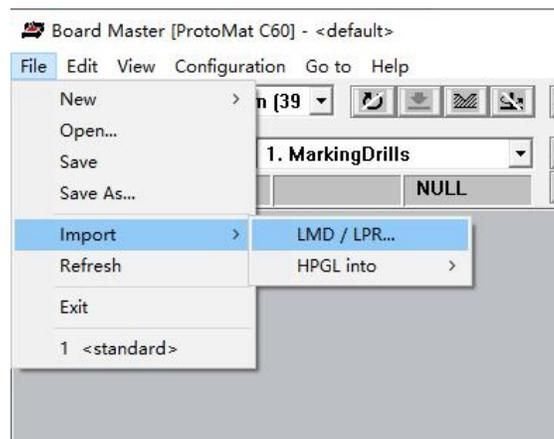

图5-37 导入\*.lmd文件
- 2) 将\*.lmd文件导入Board Master中。选择“File” → “Import” → “LMD/LPR”选项，如图5-37所示，在打开的对话框中选择相应的文件导入即可。